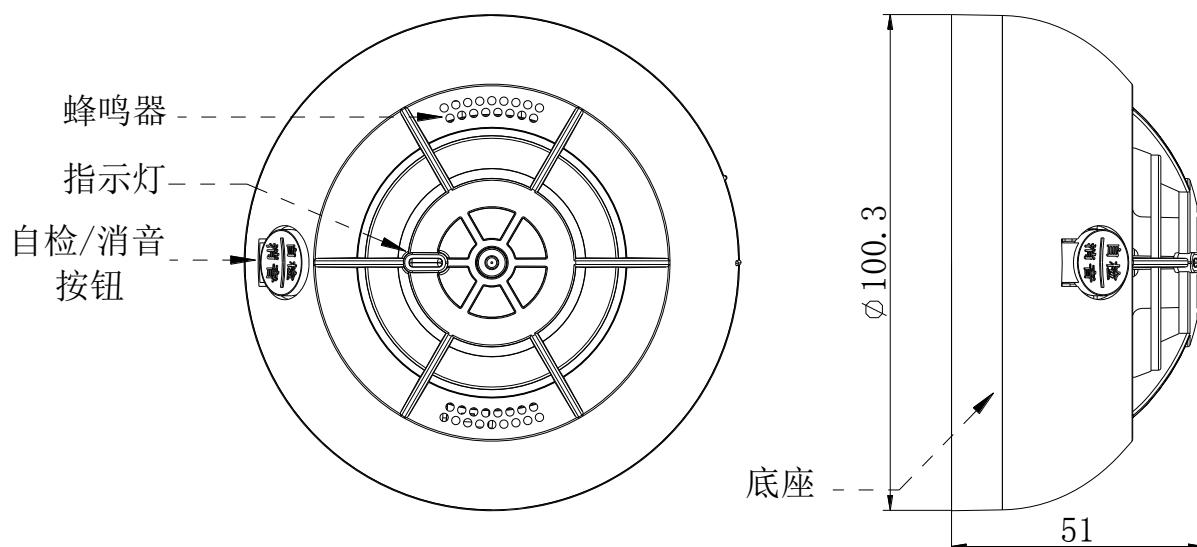

图 1 JTW-ZOF-TX3180 外观示意图
4.1 报警器外形尺寸示意图, 如图1所示 (单位: mm)